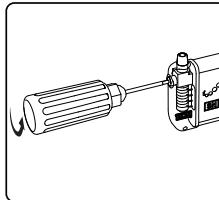

Abbildung 4: Die Stellschraube mit dem Drehmomentschlüssel
3. Die Stellschraube mit dem Drehmomentschlüssel gegen den Uhrzeigersinn drehen, um die Stellschraube zu lockern. Die Stellschraube nicht aus der Anschlussleiste nehmen (**Abbildung 4**).
3. Die Stellschraube im Neurostimulatoranschluss mit dem Drehmomentschlüssel gegen den Uhrzeigersinn drehen, um sie zu lockern (**Abbildung 4**).